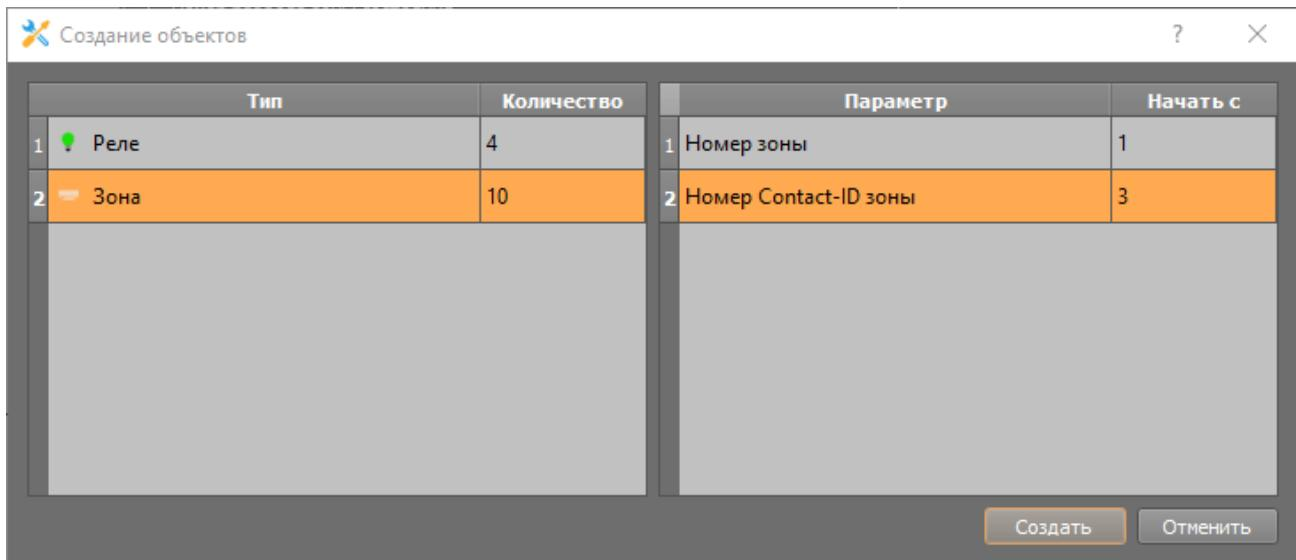

Рисунок 2-26. Добавление зон (входов) к прибору через мастер создания дочерних элементов
4. Под прибором создайте зоны в соответствии с используемым типом прибора (например, прибор «Сигнал-10», как в примере (Рисунок 2-26), может содержать не более 10 зон (входов) и 4 реле. Для добавления нескольких зон (входов) и реле, целесообразно воспользоваться кнопкой создания дочерних объектов на панели свойств прибора.